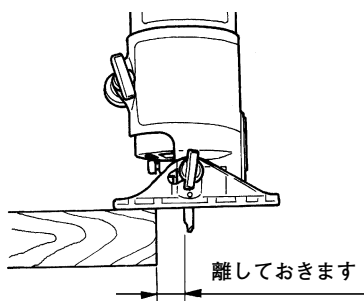

図 10
- (1) スイッチを入れるときは、ビットを材料から離し、本体をしっかり保持した状態で入れてください。(図10)